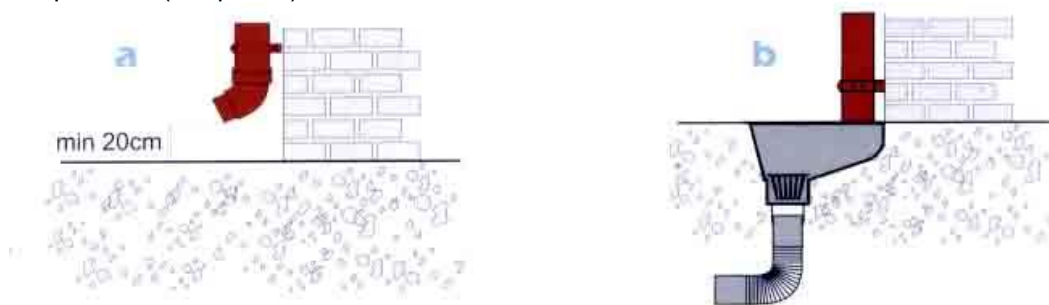

Рис. 7
- При наличии дренажной системы, нижний конец трубы заводится непосредственно в коллектор для сбора воды (см. рис. 7).